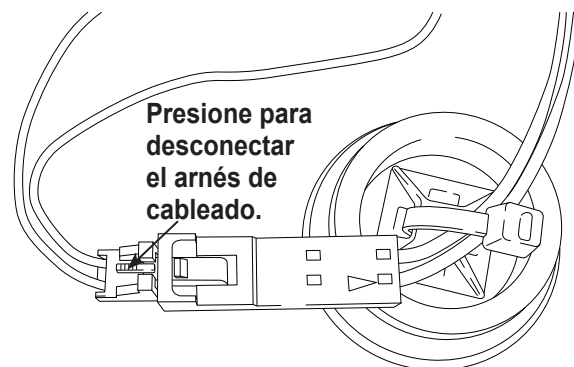

Figura 24
- Desconecte el arnés de cableado en el conector presionando la lengüeta del centro. Separe los conectores. Consulte Figura 24.